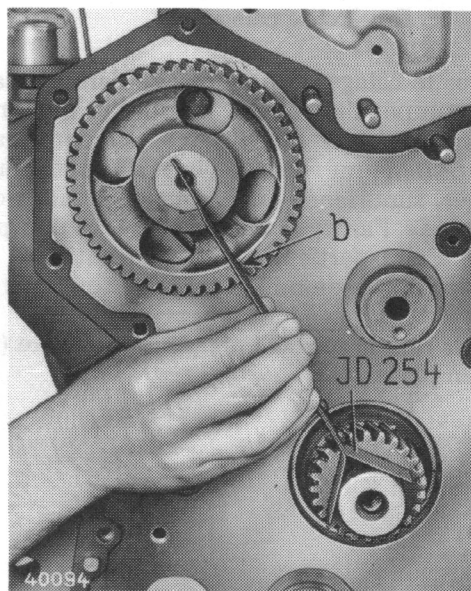

Fig. 3 — Calage du pignon de l'arbre à cames avec l'outil spécial n° JD 254
5. Après avoir calé le vilebrequin au PMH suivant les instructions du paragraphe 2, faire tourner l'arbre à cames afin que le repère "b" (figure 3) de son pignon, soit exactement sur la ligne d'axes du vilebrequin et de l'arbre à cames. Effectuer ce calage avec l'outil JD 254 comme le montre la figure 3.